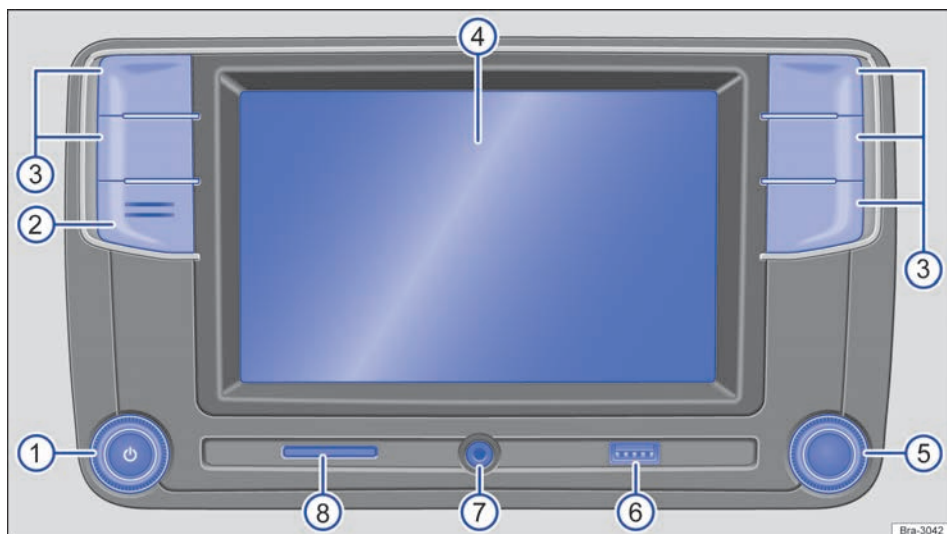
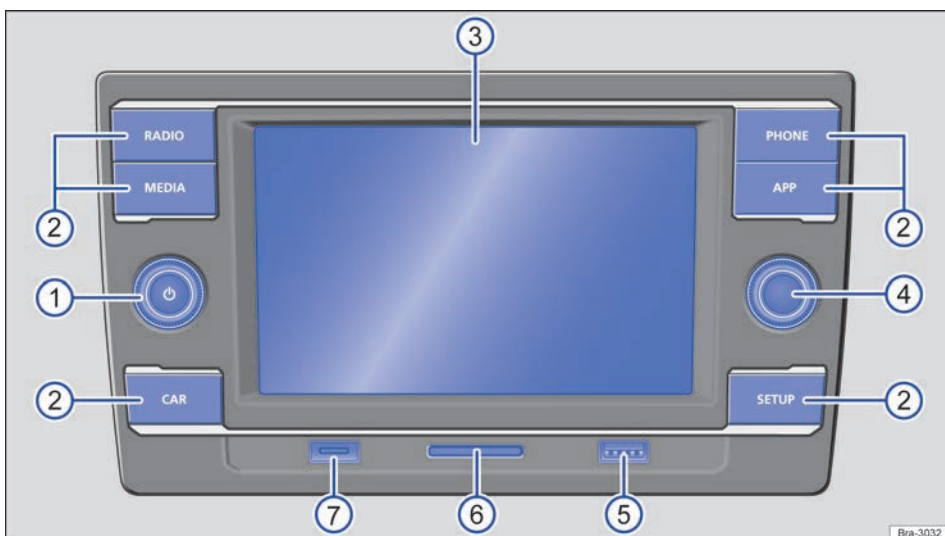

Fig. 109 Vista geral dos comandos.
Fig. 110 Vista geral dos comandos.
O aparelho é fornecido em diferentes variantes, diferenciadas pela inscrição e função dos botões do aparelho → Fig. 109 ②.
- ① **Botão rotativo e de pressão** → Página 135:
- ② **Microfone**: não obstruir o microfone e mantê-lo sempre limpo.
- ③ **Botões do rádio**: *pressionar* para acessar uma superfície de função → Página 135.
- ④ **Display**: tela de toque → Página 137. ▶
- ⑤ **Botão de configurações:** a função depende da respectiva condição de operação.
O botão rotativo e de pressão → Fig. 109 ou → Fig. 110 é designado por seletor do volume ou botão de ligar e desligar.
O botão rotativo e de pressão da direita → Fig. 109 ou → Fig. 110 é designado por seletor.
→ Fig. 109 ou → Fig. 110 .
Para operar os botões do rádio → Fig. 109 ou → Fig. 110 pressioná-los brevemente.
O botão seletor → Fig. 109 ou → Fig. 110 pode ser girado ou pressionado. Ao girá-lo, listas são pesquisadas ou listas de estações de rádio ou de títulos de mídia são abertas, por exemplo. Ao pressioná-lo os registros marcados são acessados, configurações são adotadas e funções, iniciadas ou interrompidas.
Na entrada de cartão SD → Fig. 109 ou → Fig. 110 somente podem ser inseridos cartões SD com as dimensões de 32 mm x 24 mm x 2,1 mm (1,26 x 0,94 x 0,083 polegadas) ou 32 mm x 24 mm x 1,4 mm (1,26 x 0,94 x 0,055 polegadas).
O aparelho está equipado com um touchscreen (tela de toque) → Fig. 109 (3).